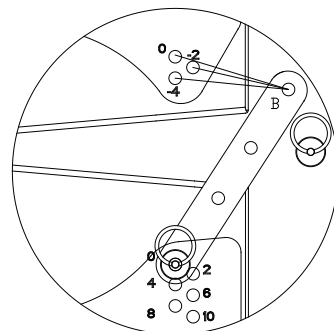

图2 (-2°/-4°调节)
2) -2°/-4°调节方法：A端固定插入0度孔位，B端插入相应所需角度孔位(如图2)，如需要调节-2度，A插0度孔，B插入-2度的孔；